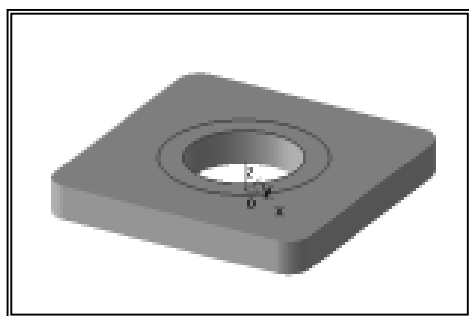

图 0-11 绘制草图结果
(2) 单击工具栏中的“圆”按钮 , 拾取坐标原点为圆心, 按  键, 在数据输入框中键入“25”, 按  键, 键入“35”, 按  键, 在绘图区出现 R25 和 R35 的两个同心圆, 点击鼠标右键结束命令, 绘制结果如图 0-11 所示。